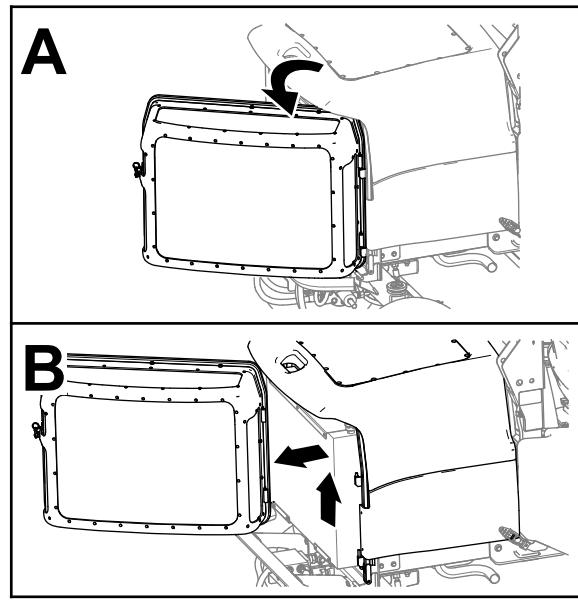

Figure 69
- Déverrouillez la grille du moteur, ouvrez-la et soulevez-la hors de la machine (Figure 69).